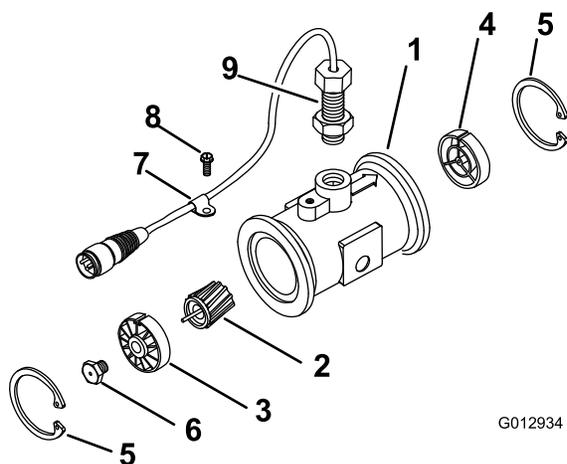

Рисунок 86
3. Снимите стопорное кольцо со стороны входа (Рисунок 86).